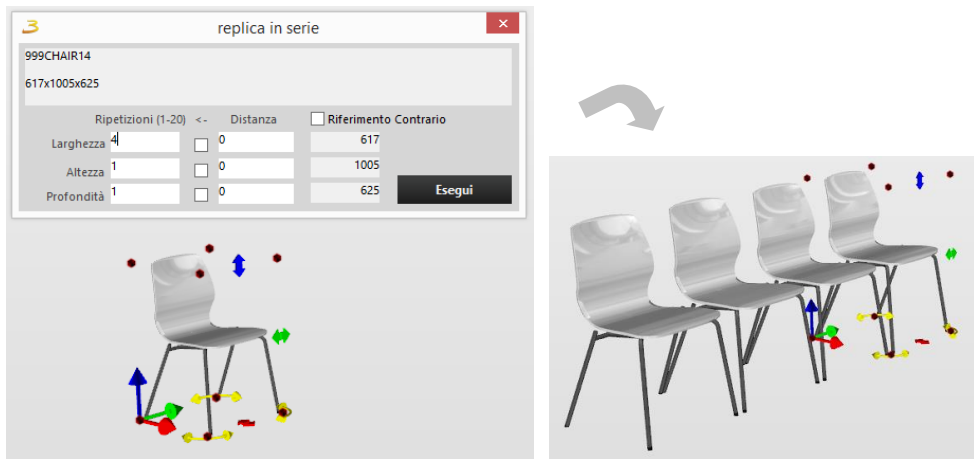

Figura 4.30: Replica in serie
**REPLICA IN SERIE:** consente di replicare N copie dell'elemento selezionato attraverso l'apposita form che riceve i parametri, figura 4.30;